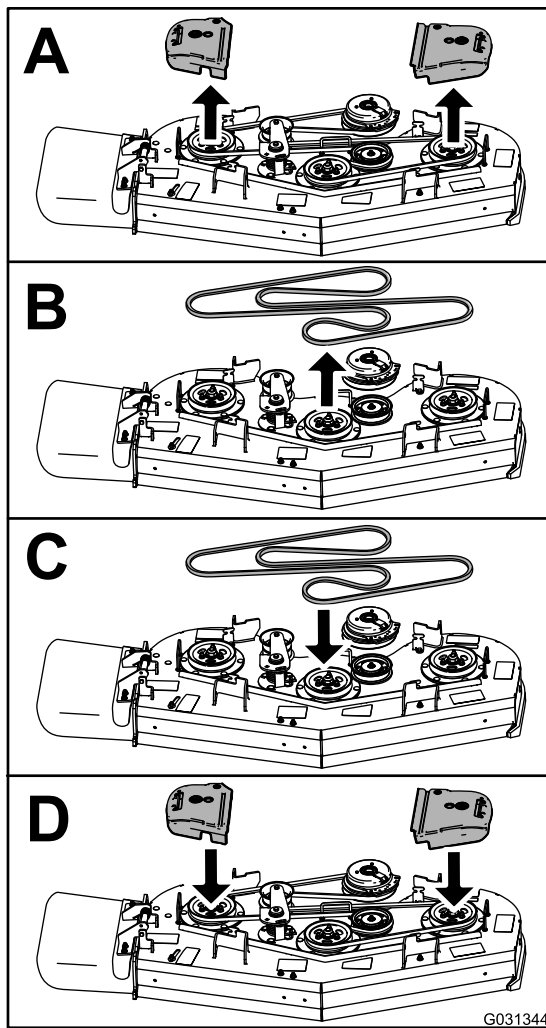

Figura 64
3. Sustituya la correa según se muestra en Figura 64.